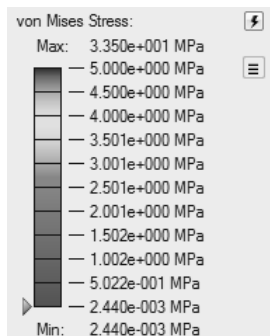

图 12-32
5) 单击图 12-32 上的上限值，将值改为 5 MPa。